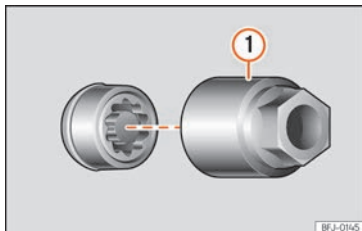

Fig. 37 Tornillo antirrobo de la rueda con capuchón y adaptador.
- Encaje el adaptador especial »» fig. 37 ① (herramienta de a bordo »» pág. 42) en el tornillo antirrobo de la rueda hasta el tope.